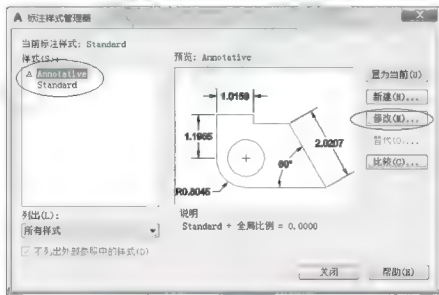

图 5.73 修改注释性的【Annotative】标注样式
② 勾选【注释性】复选框,用【单行文字】或【多行文字】命令标注文字时,输入的文字高度为出图后的文字高度。
(3) 设置注释性标注样式:执行菜单栏中的【格式】|【标注样式】或【标注】|【标注样式】命令,打开【标注样式管理器】对话框。
① 如图 5.73 所示,选中注释性的【Annotative】标注样式,然后点【修改】按钮进入【修改标注样式】对话框。